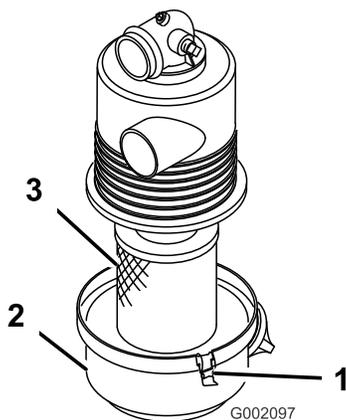

Figura 33
3. Abra los enganches que fijan la tapa del limpiador de aire a la carcasa del limpiador de aire. Separe la tapa de la carcasa. Limpie el interior de la tapa del limpiador de aire (Figura 33).
4. Retire suavemente el filtro de la carcasa del limpiador de aire para reducir la cantidad de polvo desplazado (Figura 33). Evite golpear el filtro contra la carcasa del limpiador de aire.